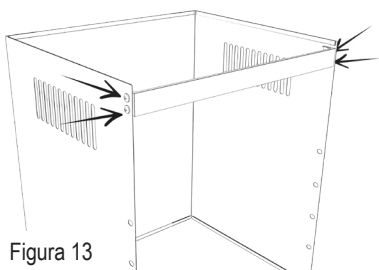

Figura 13
[06] Agora, já com a coifa fixa na parede, prenda a haste de fixação superior (7) ao duto decorativo deslizante (6) utilizando os parafusos M4x8 com porcas [ver figura 13]. Posicione